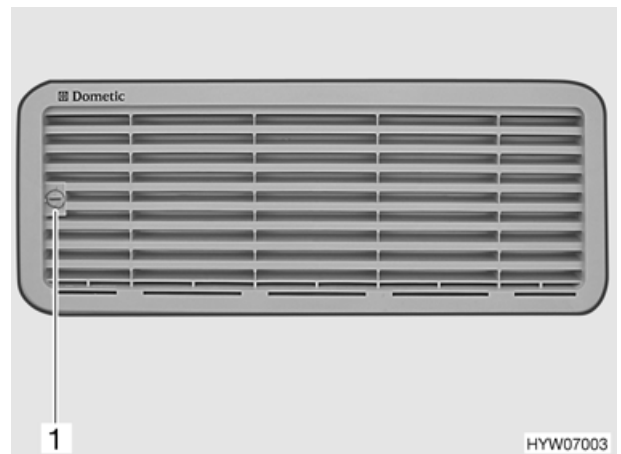

Bild 76 Kühlschrank-Lüftungsgitter (Variante 1)
- Schraube (Bild 76,1) mit Hilfe einer Münze eine viertel Umdrehung drehen.